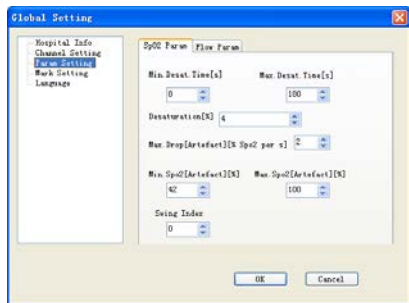

Fig. 5-2-3
**(3)** Régler les paramètres pour les valeurs SpO2 et le débit d'air ("flow") dans les interfaces correspondantes (voir Fig. 5-2-3).